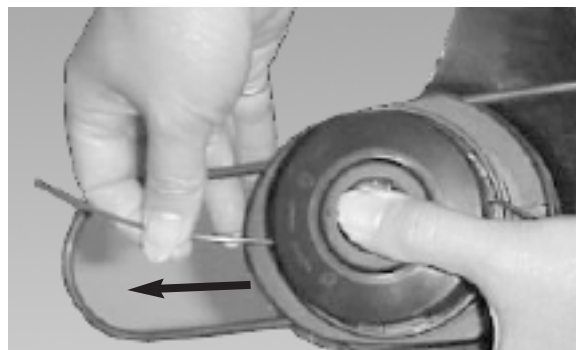

Fig. 8
1. A la première utilisation du coupe herbe à fil, vérifier que les fils de Nylon touchent ou sont au-dessus de la lame coupe-fil; s'ils ne sont pas assez longs, appuyer sur le bouton et tirer les fils de Nylon simultanément. (Fig. 8)